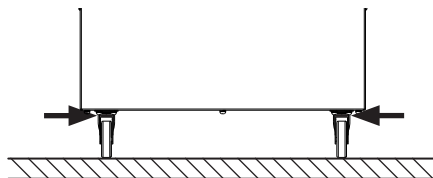

Fig. 2 - Travamento dos rodízios frontais
2. Trave os dois rodízios frontais (Fig. 2).